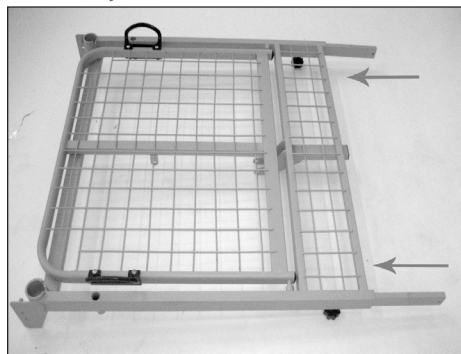

Fig.2
1. Inserte los tubos rectangulares en el marco del reposacabezas y empújelos hasta el tope (Fig.2)